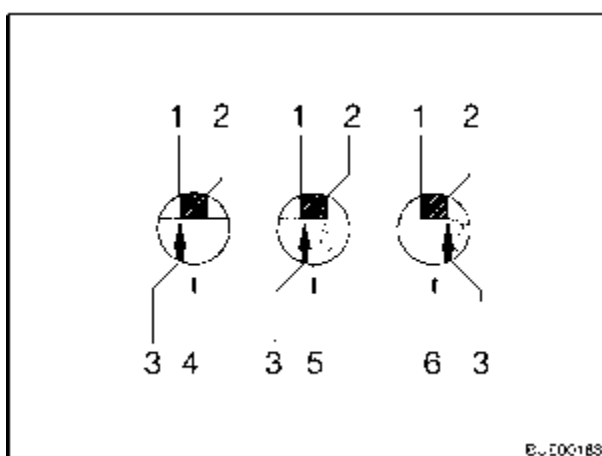

Fig. 152 Garnitures de friction
- Si la flèche se trouvant sur le disque de pression (Fig. 152,3) se trouve devant ou touche la zone témoin (Fig. 152,1), les coupelles de friction sont encore à l'état neuf (Fig. 152,4).
- Si la flèche du disque de pression se trouve dans la zone témoin (Fig. 152,1 à 2), les coupelles de friction sont légèrement usées (Fig. 152,5).
- Si la flèche du disque de pression se trouve à la fin de la zone témoin (Fig. 152,2) ou la dépasse, les coupelles de friction sont usées (Fig. 152,6).